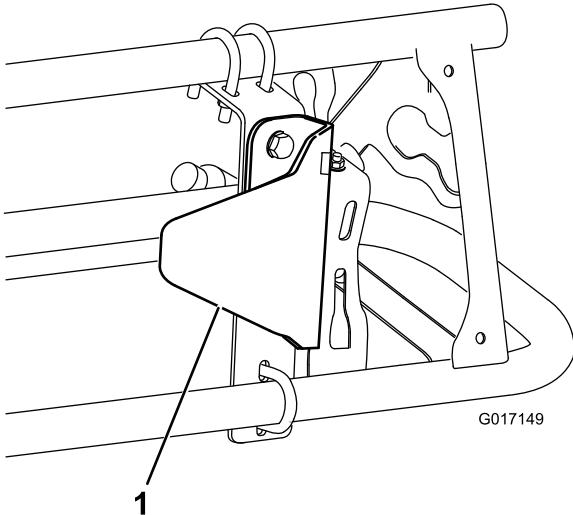

Figura 16
1. Soporte de montaje (2) 2. Contratuerca (1/4") (12)
2. Instale el protector del sensor en el soporte de montaje con 2 pernos (5/16" x 3/4") y 2 tuercas con arandela prensada (5/16") según se muestra en Figura 16.